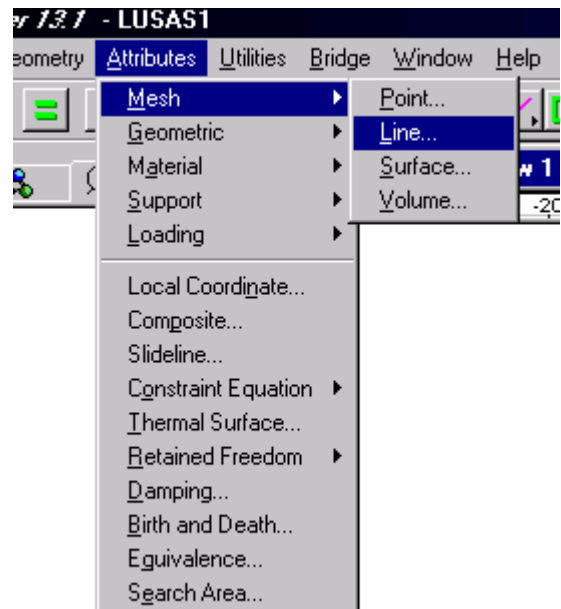

Fig. 13
- se deschide meniul **Attributes** (fig. 13)